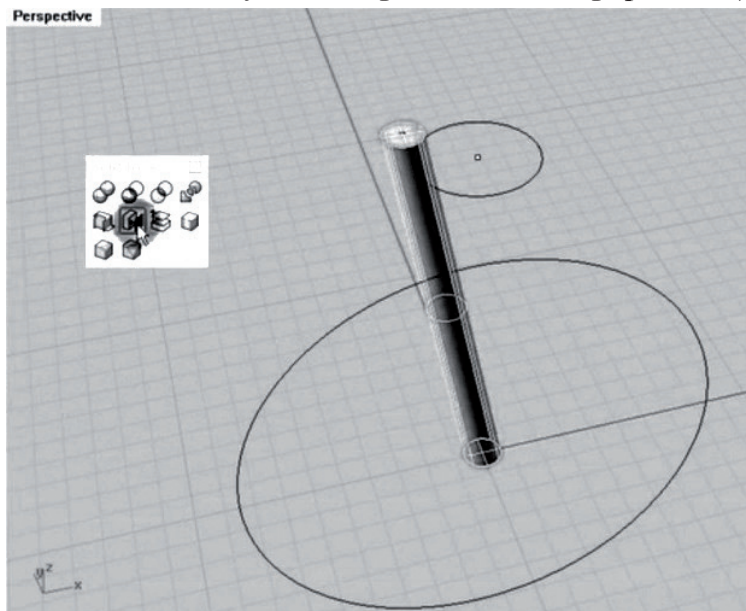

Рис. 103. Действие инструмента Cap Planar Holes
12. Выделяем получившийся цилиндр и выбираем Cap Planar Holes в панели Solid Tools. Получаем закрытый цилиндр (рис. 103).